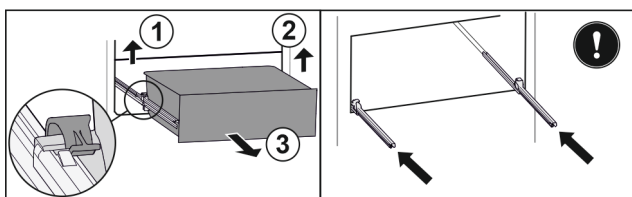

Fig. 37
- Zvedněte levou svorku a současně vytáhněte zásuvku vlevo dopředu. Fig. 37 (1)
- Zvedněte pravou svorku a současně vytáhněte zásuvku vpravo dopředu. Fig. 37 (2)
- Vyjměte zásuvku dopředu. Fig. 37 (3)